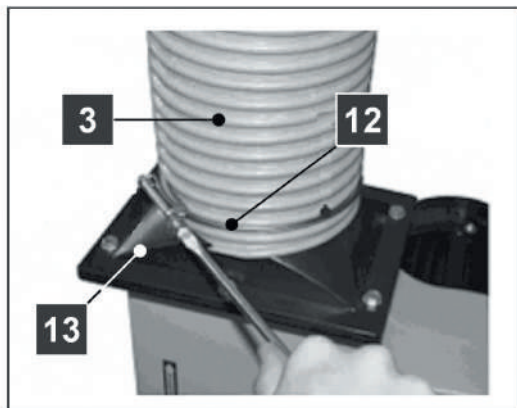

Рис. 16
- Наденьте шланг (3) с двумя хомутами (12) на выходной переходник (13) вентилятора и на входной патрубок корпуса фильтра и затяните хомуты (рис. 16).